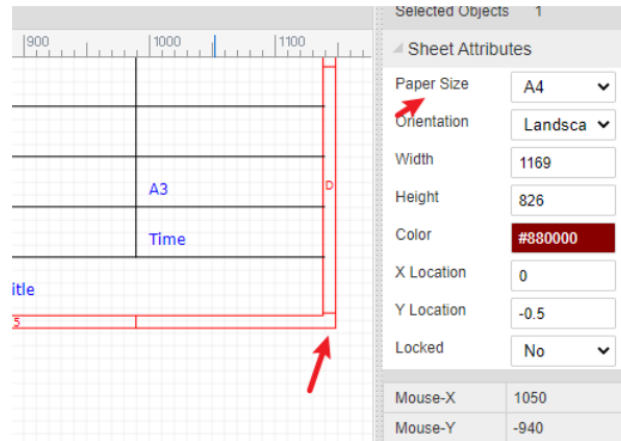

Рис.2.27 Настройк внешнего контура документа
4. Далее можно выделить внешний контур документа и настроить его размер (Рис.2.27).